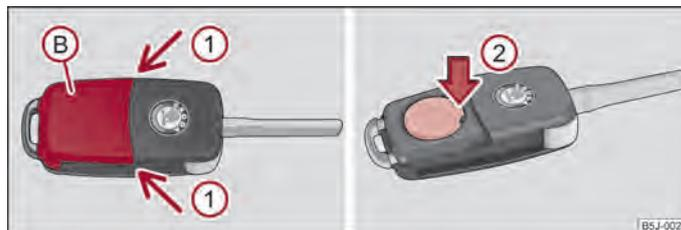

Fig. 10 Llave de radiotelemando - retirar la tapa/retirar la batería
Cada llave principal de radiotelemando contiene una batería que está alojada debajo de la tapa (B) → fig. 10. Si la pila está descargada, el piloto de control control rojo (A) no parpadea después de pulsar una tecla de la llave con mando a distancia → fig. 9. Le recomendamos que lleve a cambiar la pilas de la llave a un concesionario autorizado ŠKODA. Si, de lo contrario, desea cambiar la pila descargada Vd. mismo, proceda como sigue:
- Retire la tapa del compartimento de la pila pulsando con el pulgar o con un destornillador plano en los puntos indicados mediante flechas ①.
- Retire la batería descargada de la llave presionándola hacia abajo en el lugar de la flecha ② → fig. 10.